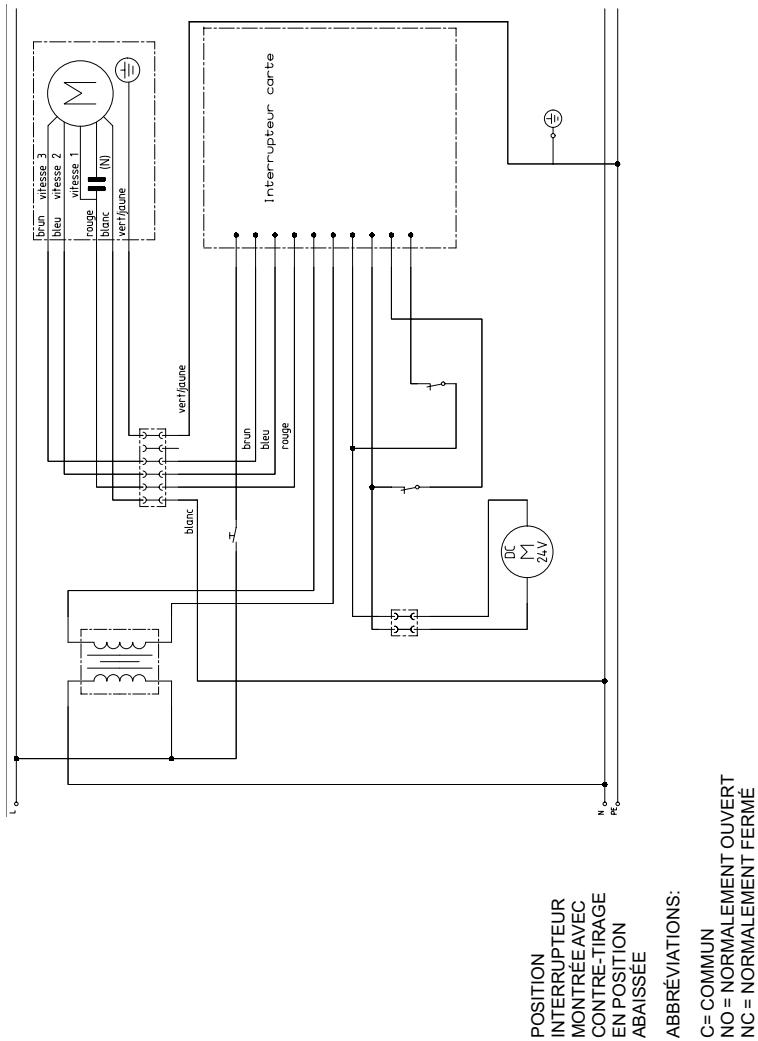

Fig. 12 – diagramme de câblage
A. Élever l'élévateur en position maximale en pressant la touche de contrôle une fois (figure 12). Ne pas maintenir la touche. Le moteur s'arrête lorsque l'élévateur atteint sa pleine hauteur. (Remarque : la soufflerie ne fonctionne pas à moins que l'élévateur ne soit complètement élevé).